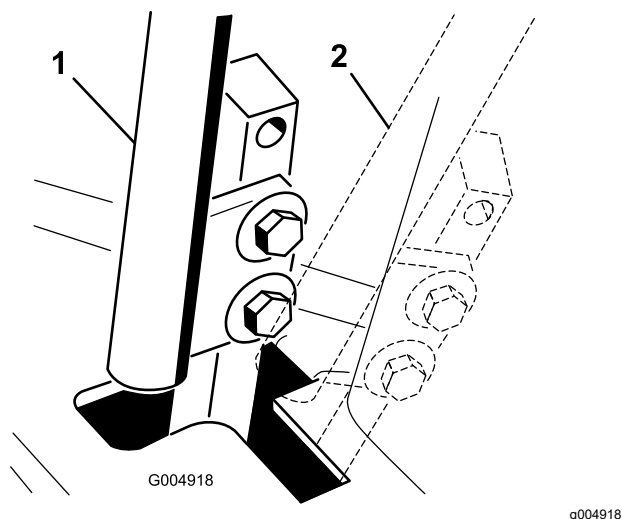

Figura 89
4. Mueva la palanca de control a la posición de PUNTO MUERTO, pero **no a la posición de bloqueo** (Figura 89).
6. Compruebe la posición de la palanca de control con relación a la muesca de la consola (Figura 89).